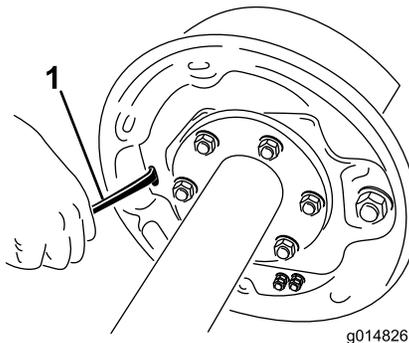

Figura 2
4. Con un destornillador, gire la rueda de estrella del ajustador para abrir las zapatas de freno (Figura 2).